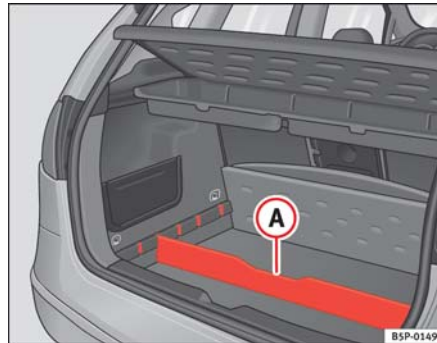

Fig. 95 Separador del piso maletero
- Coloque el separador **A**⇒ **fig. 95**, en las ranuras laterales según sea el tamaño de los objetos a transportar. Debajo del portaobjetos se encuentran las herramientas de a bordo y la rueda de repuesto.